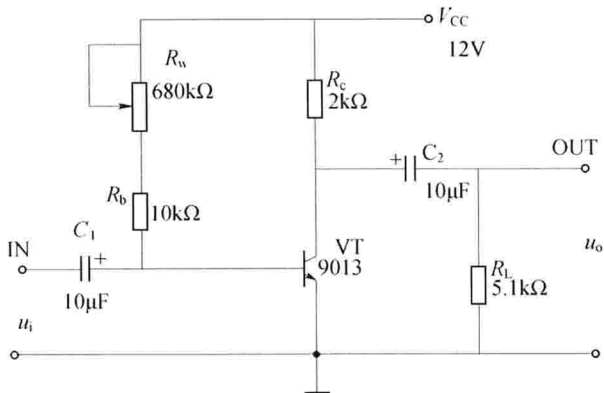

图 5-1 晶体管放大电路
直流稳压电源一台，万用表、示波器各一台，其他元器件见图 5-1。
- (1) 教师在实验箱上连接如图 5-1 所示的电路。
- (2) 测试。
学生按图 5-1 电路在实验箱上组装电路（注意：组装之前先测试晶体管的好坏，电解电容的极性不能接反），经老师检查后方可通电进行测试。
(1) 教师在图 5-1 的电路图中将 R_b 换成 $100k\Omega$ ，观察示波器中波形的变化，并记录波形的形状。
(2) 再将 R_b 换成 $20k\Omega$ ，观察示波器中波形的变化，并记录波形的形状。
(3) 总结 R_b 的变化对输出波形的影响。
(1) 学生将图 5-1 电路图中的 R_b 换成 $100k\Omega$ ，观察示波器中波形的变化，并记录波形的形状。
(2) 再将 R_b 换成 $2M\Omega$ ，观察示波器中波形的变化，并记录波形的形状，填写表 5-2。